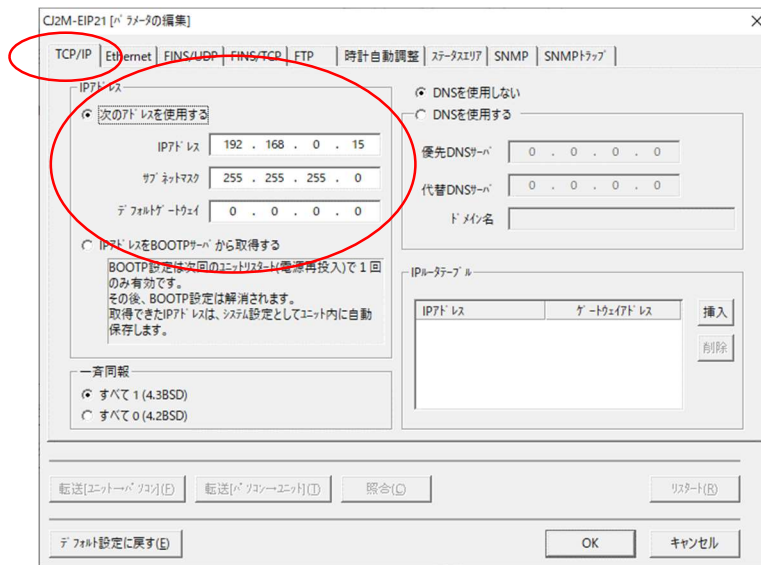

図 2-14
②表示された「CJ2M-EIP21[パラメータの編集]」画面で、[TCP/IP]のタブを選択し、予模擬側に設定した IP アドレスと同じアドレスを設定します。(図 2-14)